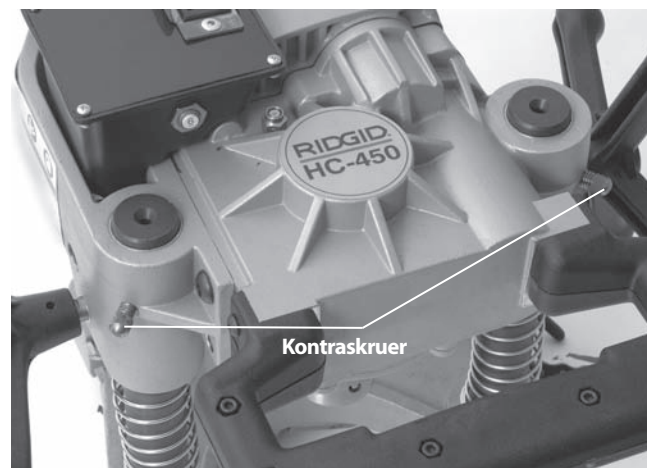

Figur 12 – Børstens placering – motordækslet er taget af
2. Træk motorbørsterne lige ud med en tang. Kobl konnektoren fra. (Se figur 12.)